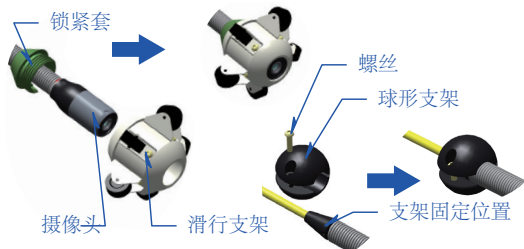

图 16. 安装134 滑行支架
- 2) 安装 134 滑行支架和 60 球形支架。(图 16)